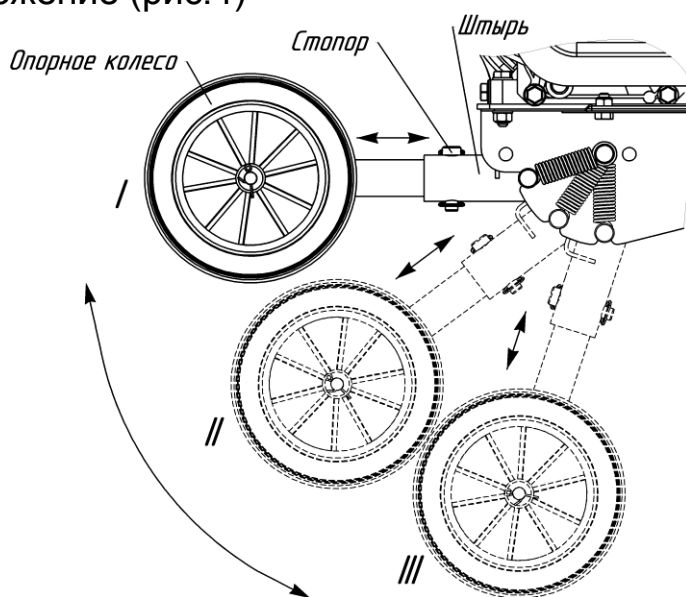

Рис.3 Сдвоенное опорное колесо (может приобретаться отдельно)
**Сдвоенное опорное колесо (приобретается отдельно)** – имеет 3 рабочих положения (рис.3):